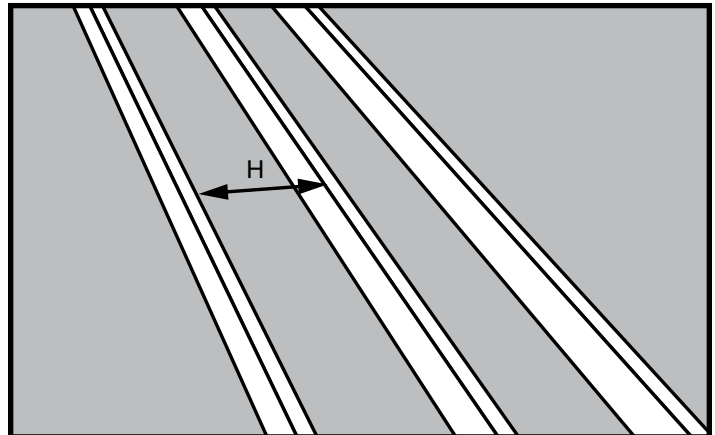

Figure 11
- Étape 1. Mesurez la longueur de chevêtre "H" entre les solives (Voir la Figure 11).